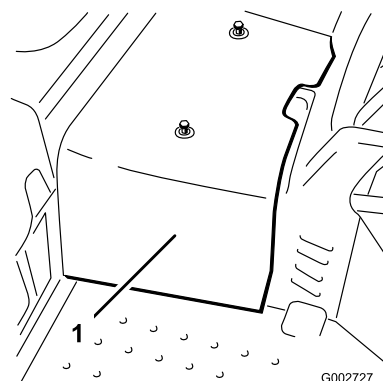

Рисунок 43
2. Ослабьте 2 винта крепления центрального кожуха к машине и снимите кожух (Рисунок 43).